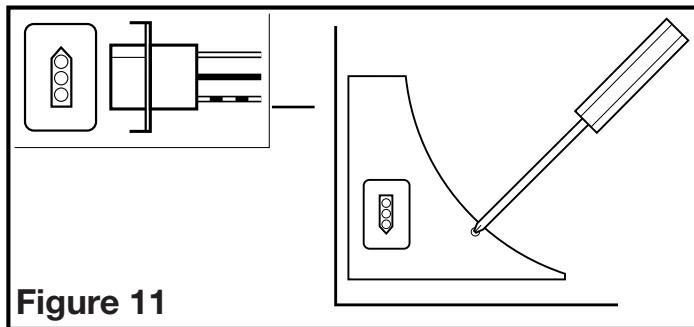

Figure 11
2. Réinstaller le couvercle du compartiment de câble du ventilateur en place. Faire tourner la roue de la soufflante à la main pour vous assurer qu'elle tourne librement. Brancher le cordon à raccordement rapide dans le réceptacle. Ce cordon ne s'ajuste que d'une seule façon dans le réceptacle (Figure 11).